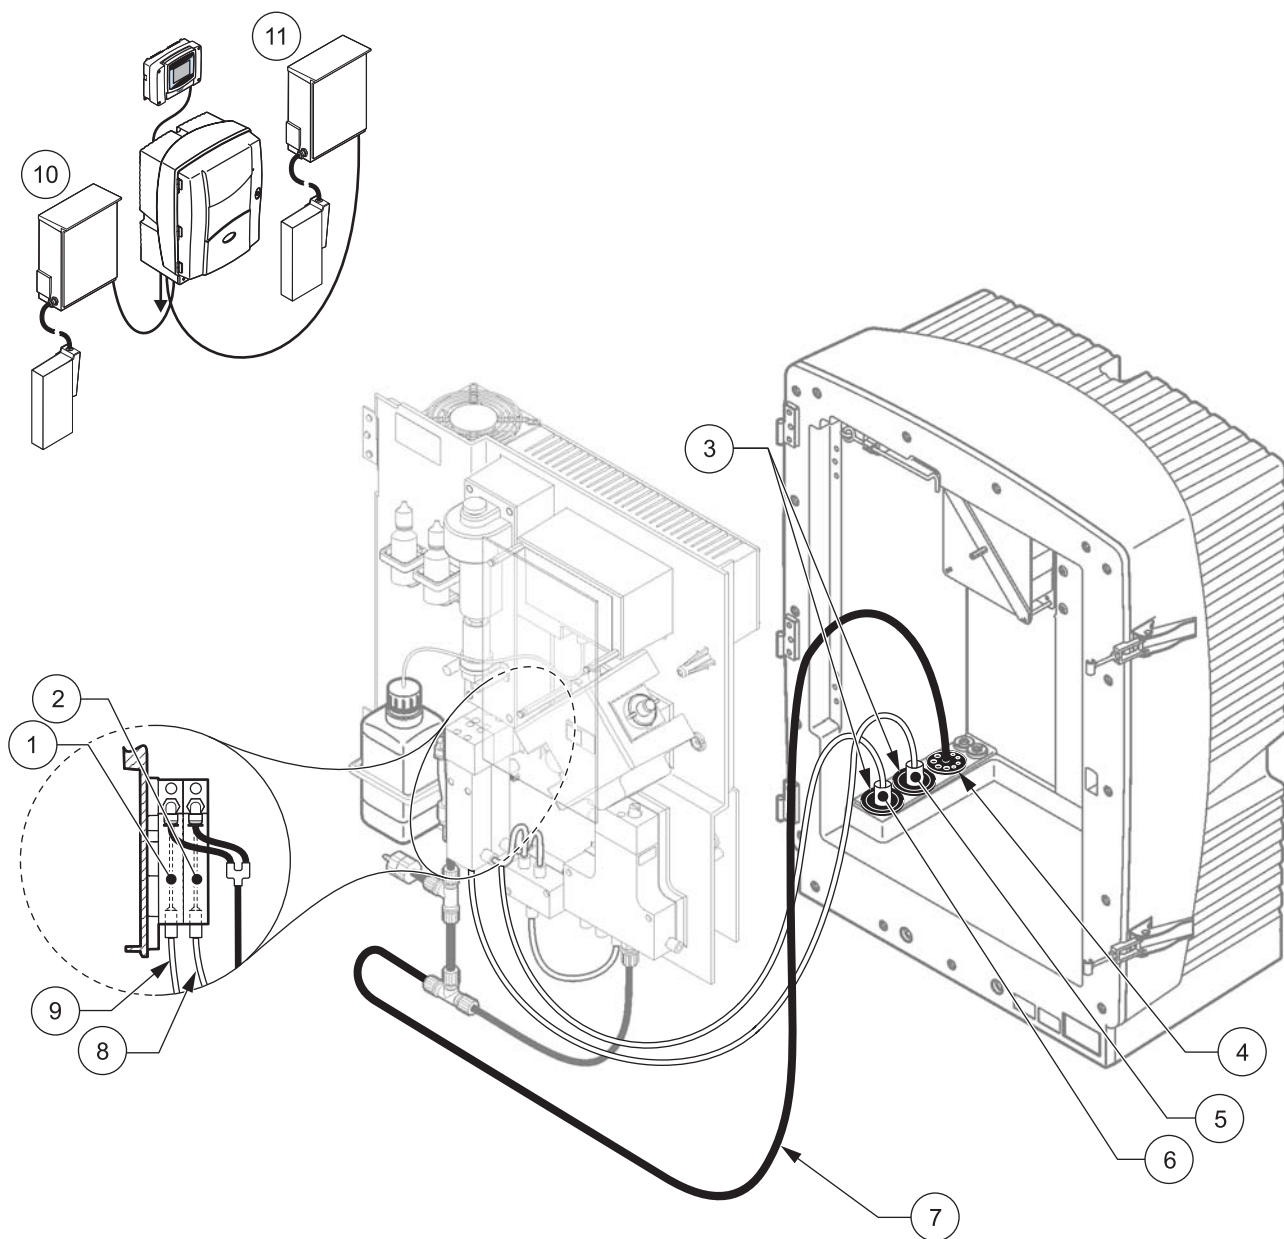

图 32 选项 9a 设置
请参考图 32 以及选项 9a 的以下说明：
2. 通过分析器从 FILTRAX 1 引出加热的软管（图 32，项目 6）。使用 1 号密封塞加固。